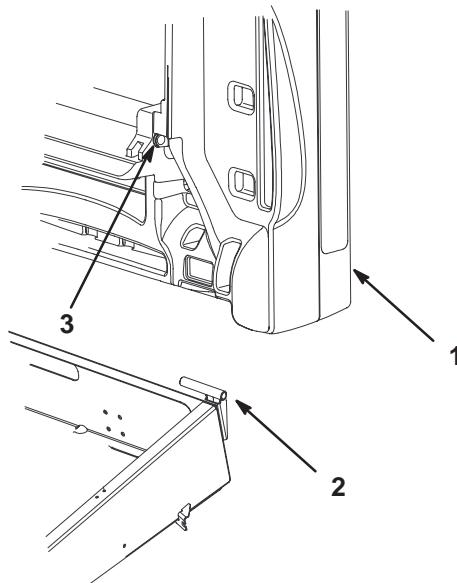

Figure 9
3. Glissez le trou de montage du plateau de montage sur le pivot (Fig. 9).